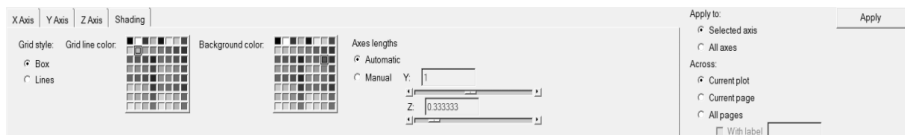

图 13-120 Axes 面板
- (1) 单击 Axes () 按钮激活面板，打开如图 13-120 所示的面板。